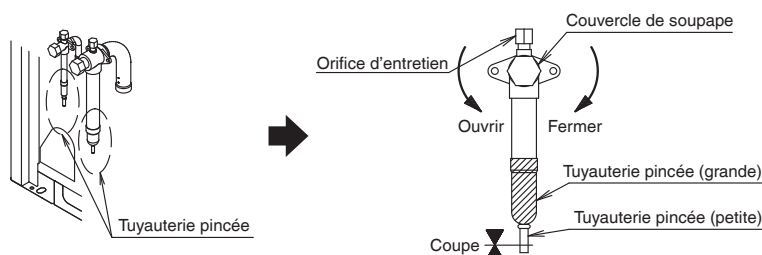

Fig. 12
- Lors du raccordement de la tuyauterie de réfrigérant à l'unité de source de chaleur, retirez la tuyauterie pincée comme illustré dans la Fig. 12.